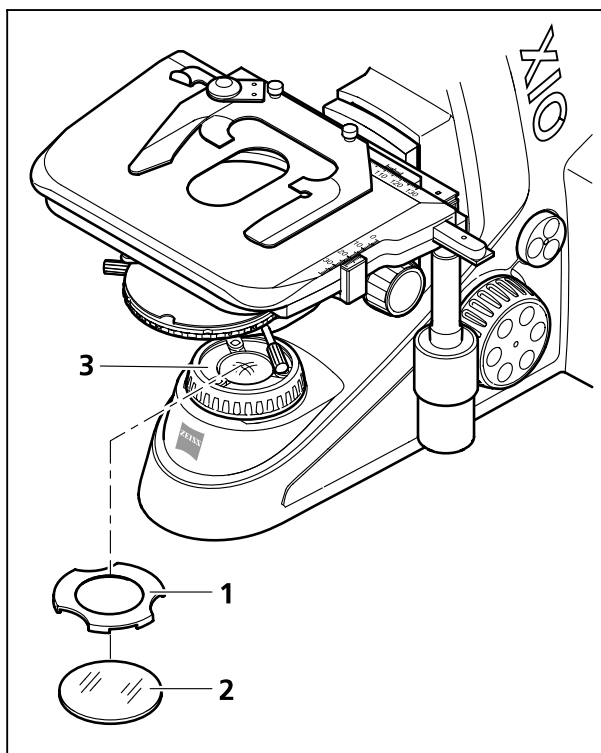

Bild 2-18 Filteraufnahme auf dem Leuchtfeldblenden-Bedienring für Filter d=32x4 mm
- Das Filter (Bild 2-18/2) auf den Leuchtfeldblenden-Bedienring (Bild 2-18/3) auflegen.
- Zum Fixieren des Filters die Filterklemme (Bild 2-18/1) auf den Leuchtfeldblenden-Bedienring aufsetzen.